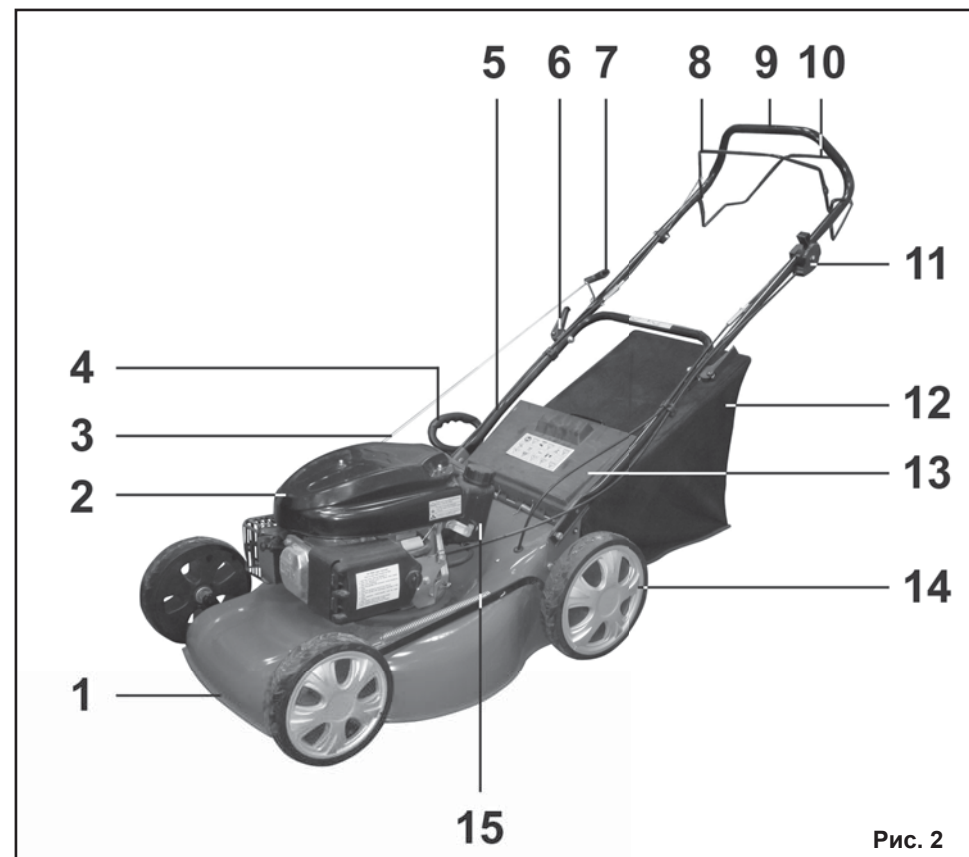

Рис. 2
5. УСТРОЙСТВО ГАЗОНОКОСИЛКИ (Рис.2).
8.2. Пуск двигателя (Рис. 2, 9, 10)